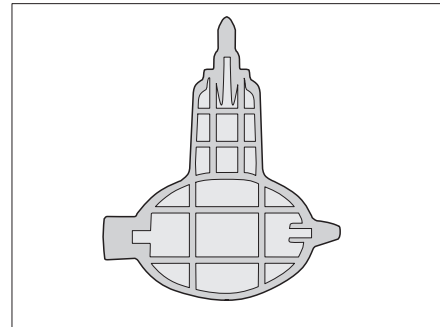

Fig. 341 Clé pour siphon (uniquement Alpa)
- ▷ Le modèle Alpa comprend une clé (Fig. 341) pour détacher le siphon.